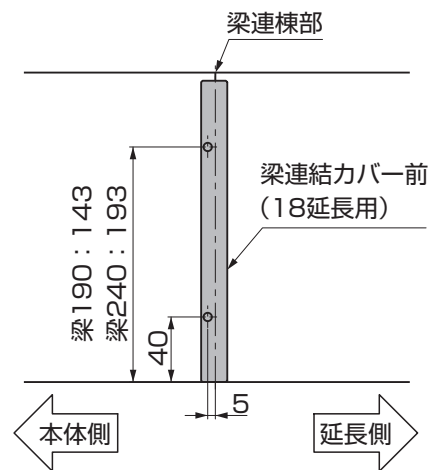

図2-8 右延長の場合(水下側)
- 梁スリーブの逃げ穴は、右延長の場合は梁(本体側)、左延長の場合は延長側になります。(図2-8参照)